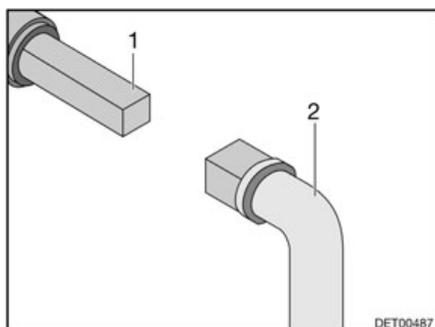

Fig. 237 Manejo del grifo para la eliminación de aguas residuales
- Insertar la llave (Fig. 237,2) en el cuadrado (Fig. 237,1).